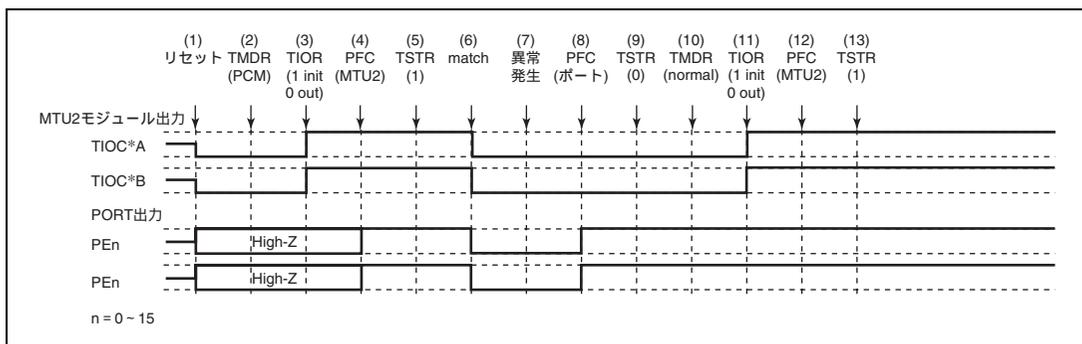

図 9.140 位相計数モードで異常が発生し、ノーマルモードで復帰する場合
位相計数モードで異常が発生し、再設定後ノーマルモードで再スタートする場合の説明図を図 9.140 に示します。
(1) ~ (9) は図 9.140 と共通です。
(10) PWM モード 1 を設定します。
(11) TIOR で端子を初期化してください (PWM モード 1 では TIOC*B 側は初期化されません)。
(12) PFC で MTU2 出力としてください。
(13) TSTR で再スタートします。
(10) PWM モード 2 を設定します。
(11) TIOR で端子を初期化してください (PWM モード 2 では周期レジスタの端子は初期化されません)。
(10) 位相計数モードで再スタートする場合には必要ありません。
(11) TIOR で端子を初期化してください。